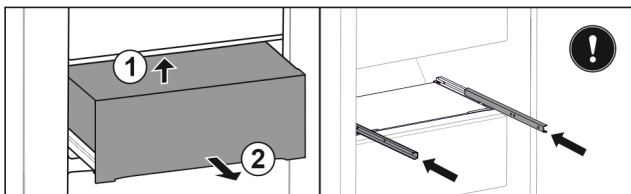

Fig. 104
- ▶ Schubfach von unten hinten anheben. Fig. 104 (1)
- ▶ Schubfach nach vorne entnehmen. Fig. 104 (2)